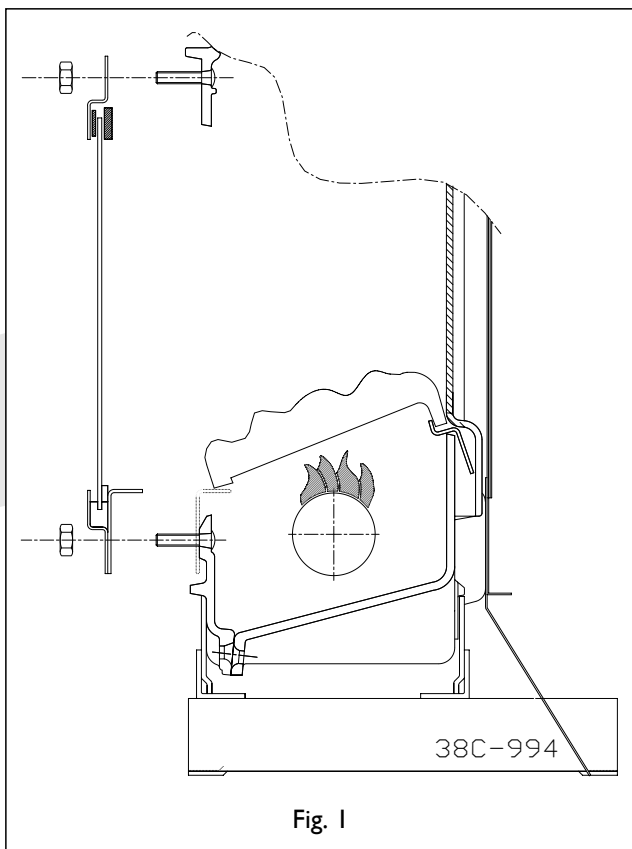

Fig. 1
- Verteilen Sie die Glühkohlen gleichmäßig auf dem Gitter in der Verbrennungskammer (Abb. 1).